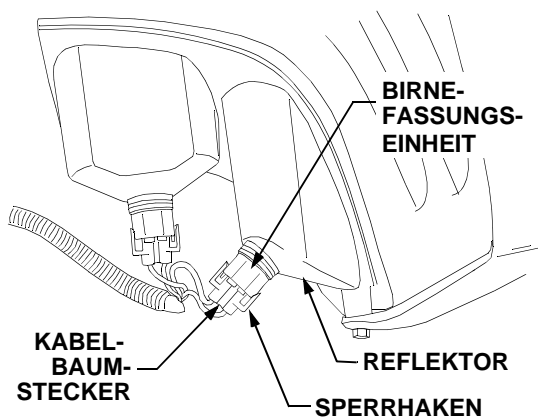

Abbildung 37
- Beide Sperrhaken des Kabelbaumsteckers von der Birne/Fassung abdrücken und den Kabelbaum aus der Birnenfassung ziehen. Siehe Abbildung 37.